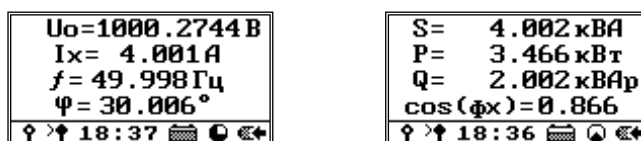

Рисунок 97
7.6.19 Спустя два-три интервала заданного времени усреднения после перехода в режим измерения на экране пульта ДУ отобразятся актуальные рассчитанные величины (рисунок 97):